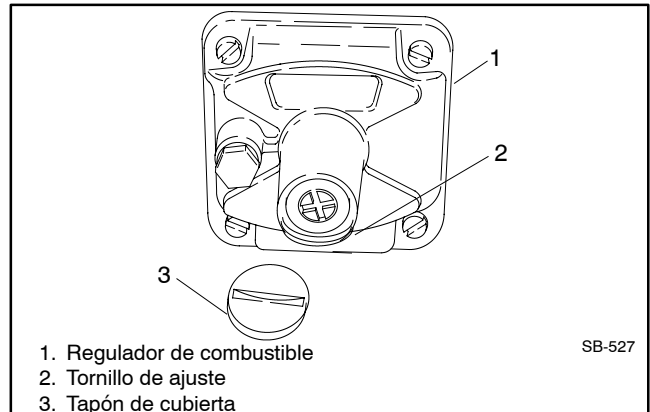

Figura 9-52 Regulador de combustible, típico
- b. Ajustar el tornillo de ajuste del regulador de combustible a aproximadamente medio punto de su rango de ajuste. Consulte la Figura 9-52.